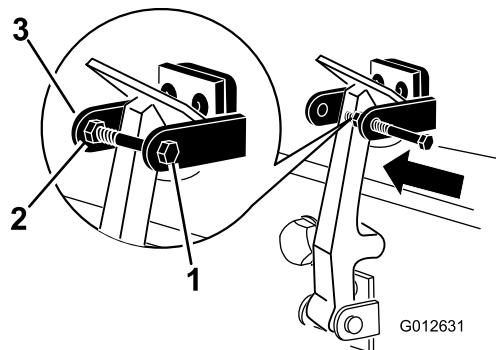

**Figure 5**
8. Accrochez le loquet du capot sur son support (Figure 5).